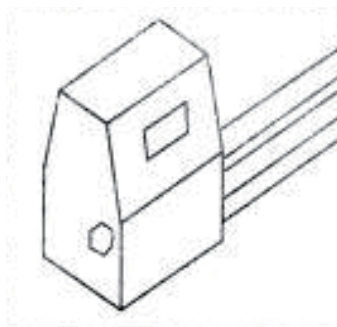

Рис. 3
2. Послабте та викрутіть шестигранний болт за допомогою ключа (рис. 3).